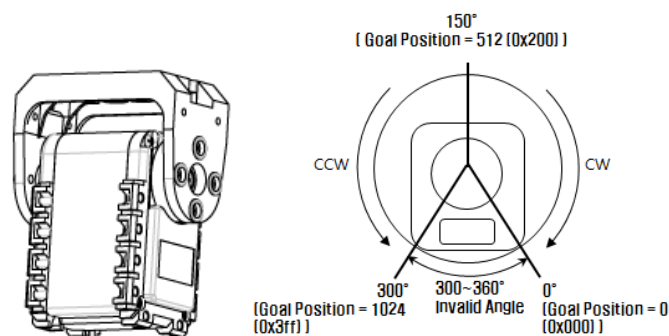

FIGURE 1 – (gauche) Moteur AX12 réel. (droite) Convention pour le repérage des positions angulaires du moteur.
DYNAMIXEL est une gamme de servomoteurs programmables pour robots prenant la forme d'un module tout-en-un (réducteur, contrôleur, fonction réseau et pilote). Petits, légers, puissants, les actionneurs utilisés sur les maquettes réelles projet font partie de la gamme AX, regroupant les servomoteurs d'entrée de gamme. Les moteurs DYNAMIXEL simulés dans ce projet sont tous identiques, et seront utilisés en modes "position". Dans ce mode, les servomoteurs sont déjà asservis individuellement en position, et réagissent à un changement de consigne exprimé en "pas moteur" dont la valeur est absolue et codée entre 0 et 1024, cf. figure 1. La vitesse de déplacement d'une position à une autre est fixe et peut être réglée logiciellement via l'interface Matlab (cf. §1.2).
1. Exprimer la relation mathématique reliant les valeurs des pas moteurs lus depuis l'actionneur en valeurs angulaires exprimées en radian. On fera attention à introduire une valeur d'offset permettant de régler le 0 de la mesure. Pour cela, vous référer à la figure 1.